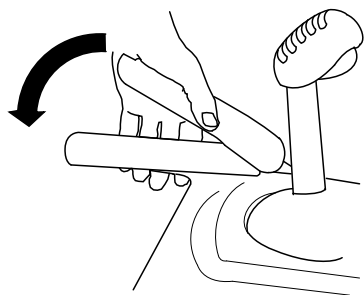

Рисунок 5
3. Прижмите левый рычаг (тяги) к рукоятке (Рисунок 5).
6. Прижмите левый рычаг (тяги) к рукоятке (Рисунок 5).